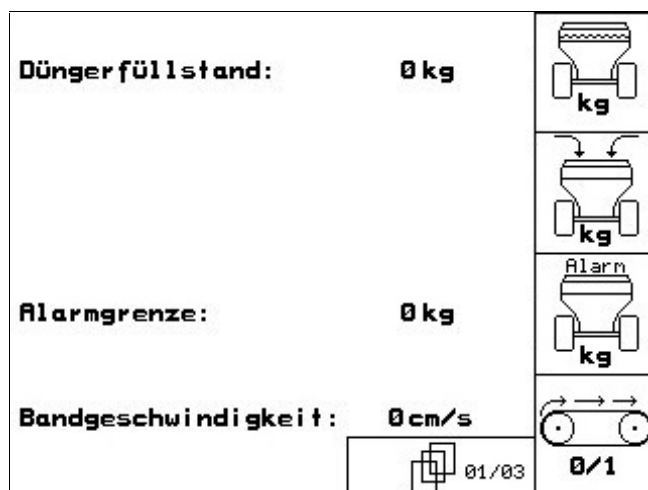

Fig. 19
- **ZG-B drive:** (Fig. 19) conectar piso de cinta (para vaciado de recipiente).